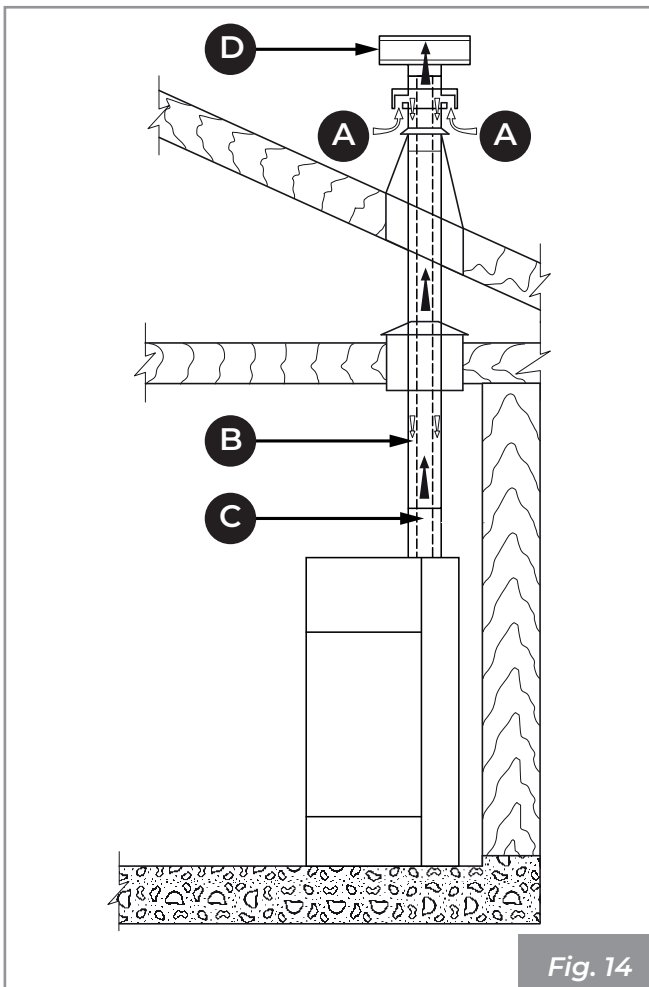
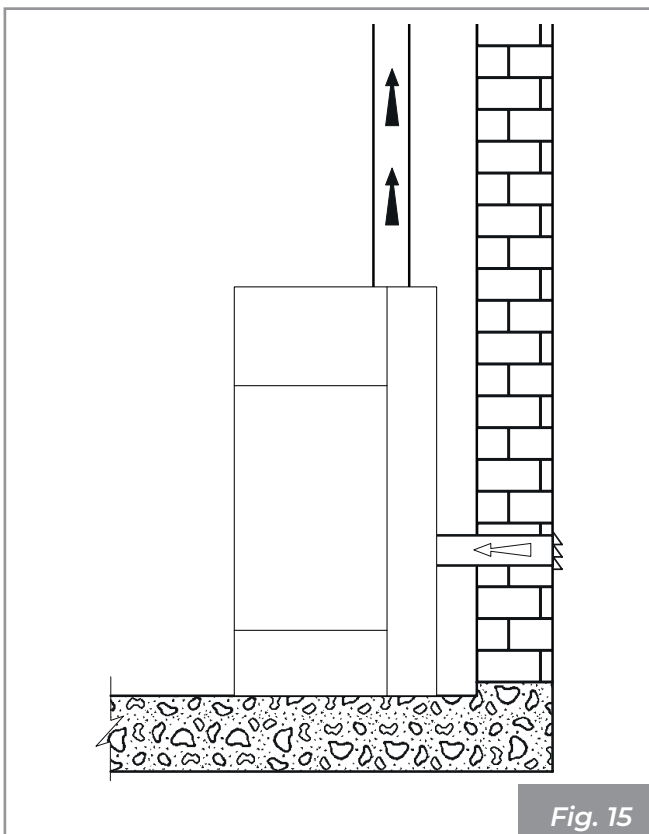

Fig. 14
Fig. 15
- provenire direttamente dall'esterno con collegamento diretto alla camera di combustione (**Fig. 14 - Fig. 15**).
- canalizzare l'aria comburente sfruttando un tubo di scarico coassiale per l'espulsione dei fumi e il prelievo dell'aria (**Fig. 14 - A, B** = Ingresso aria, **C, D** = Uscita fumi); pertanto non è necessario fare una classica presa d'aria nel locale.
- collegare l'ingresso dell'aria comburente dell'apparecchio alla presa d'aria con un apposito condotto (**Fig. 15**).